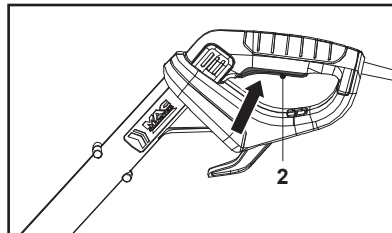

Fig. 15
1. Sostenga el producto con una mano en la empuñadura auxiliar (15) y la otra en la empuñadura principal (1).
2. Presione el interruptor de encendido / apagado (2) para encender el producto (Fig. 15).
3. Suelte el interruptor de encendido / apagado (2) para apagar el producto.